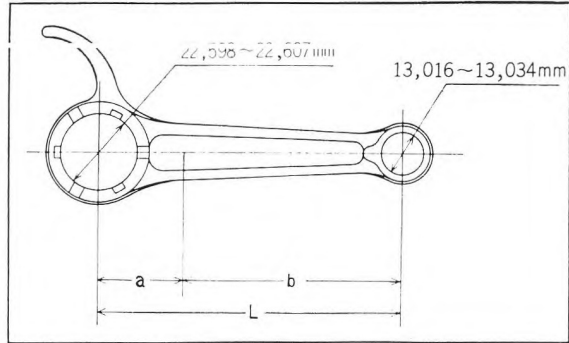

Figure 2-48 : dimensions de la bielle
5. Pied de bielle (figure 2-48)